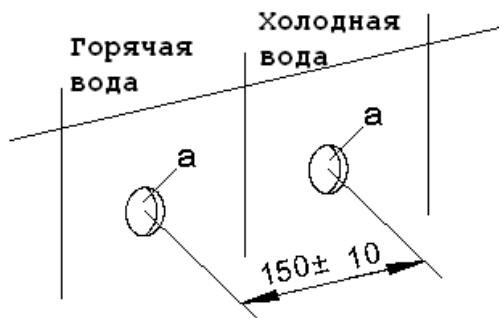

Рис. 4
1. Выводы горячей и холодной воды (а) с G1/2 внутренней резьбой должны быть установлены с расстоянием между центрами 150 мм, убедитесь, что центральная линия расположена строго горизонтально и вертикально к стене. Левый вывод – труба с горячей водой, правый вывод – труба с холодной водой (рис.4)